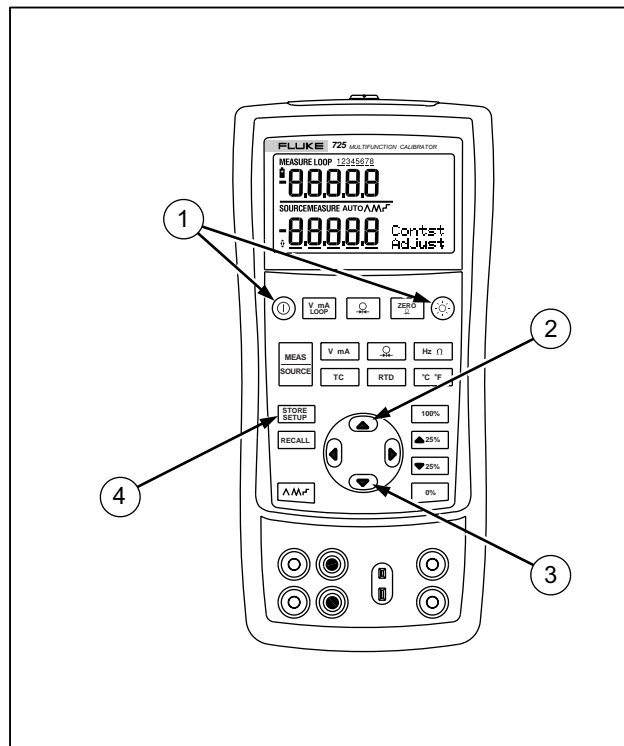

図 6. コントラストの調整
1. 図 6 のように「コントラストの調整」が表示されるまで **[0%]** および **[0]** を押します。